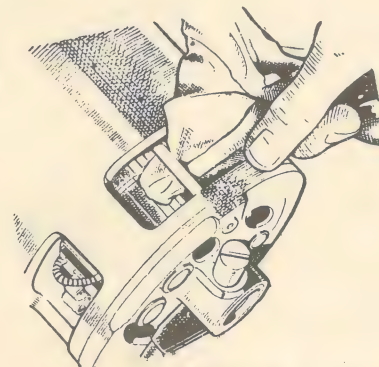

Fig. 71 — Para limpar o colector emprega-se um pano embebido em gasolina e faz-se girar o colector accionando a cambota.
- 3) Aplica-se um pano limpo, ligeiramente embebido em gasolina, sobre o colector (fig. 71) e faz-se este girar desandando a cambota por meio da manivela ou da correia do ventilador.